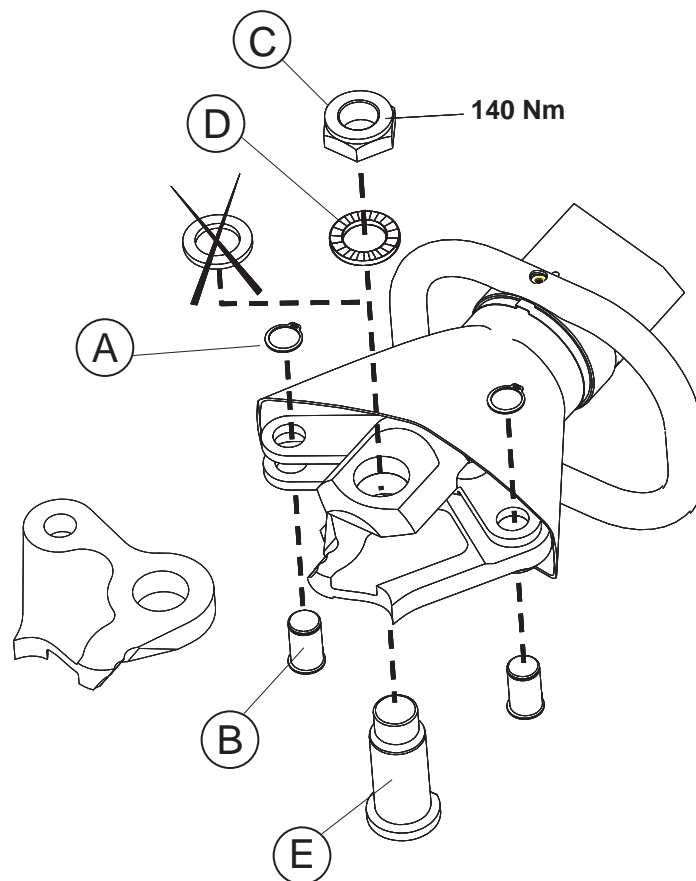

Fig. 6.
- Controlar el par de apriete de la tuerca del bulón central (Fig. 6).
Cambio de cuchillas (Fig. 6)
- Verifique o binário de aperto da porca do parafuso central (Fig. 6).
Substituição de lâminas (Fig. 6)